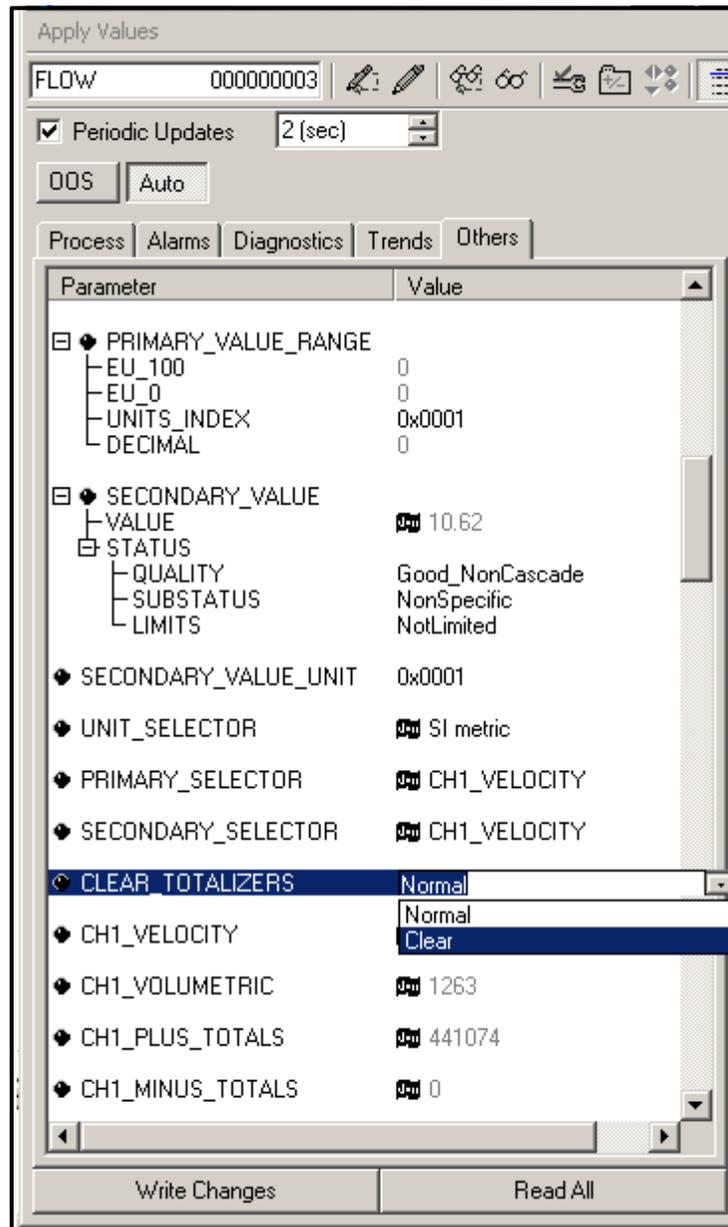

Figura 62: Borrar lista desplegable de totalizadores
3. Seleccione **Borrar** en el cuadro de lista desplegable (véase la Figura 62).